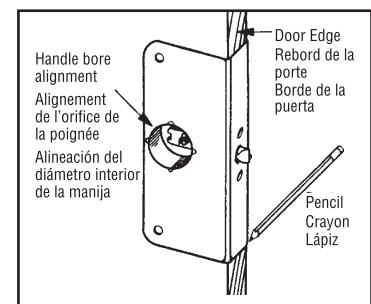

Fig. 4A
**Step 4A:** After sliding the guardplate onto the door, install the outside handle assembly through the bore, be sure the latch spindle properly engages the torque drive of the latchbolt. Close the door to test the jamb clearance. If door closes properly, finish assembly of inside handle and go to **Step 5**. If the guardplate hits the jamb, check the hinges for loose screws or worn hinge pins. If these are all right, you must remove 1/32 in. of the door edge under the guardplate, use a pencil to mark the area (**Fig. 4A**).
**Étape 4A:** Une fois que vous avez glissé la plaque de protection sur la porte, installez l'ensemble de poignée extérieure à travers l'orifice. Assurez-vous que l'axe de la poignée se glisse correctement dans l'ouverture du pêne demi-tour. Fermez la porte afin de vérifier le dégagement du montant. Si la porte se ferme correctement, terminez l'assemblage de la poignée intérieure et passez à l'**étape 5**. Si la plaque de protection se heurte au montant, vérifiez si les vis des charnières sont desserrées ou si leurs goupilles sont usées. Si ce n'est pas le cas, vous devrez entamer le rebord de la porte de 0,8 mm sous la plaque de protection. Dessinez le tracé à l'aide d'un crayon (**Fig. 4A**).
**Paso 4A:** Despues de deslizar la placa de protección en la puerta, instale el ensamble de la manija exterior a través del diámetro interior; asegúrese de que el eje del pestillo siga la dirección de torsión del perno del pestillo. Cierre la puerta para asegurarse de que no exista interferencia con la jamba. Si la puerta se cierra correctamente, instale el ensamble de la manija interior y siga con el paso 5. Si la placa de protección golpea la jamba, revise si las bisagras tienen tornillos sueltos o pasadores desgastados. Si estos están bien, deberá rebajar 0,08 cm (1/32") del borde de la puerta debajo de la placa de protección. Use un lápiz para marcar el área (**Fig. 4A**).